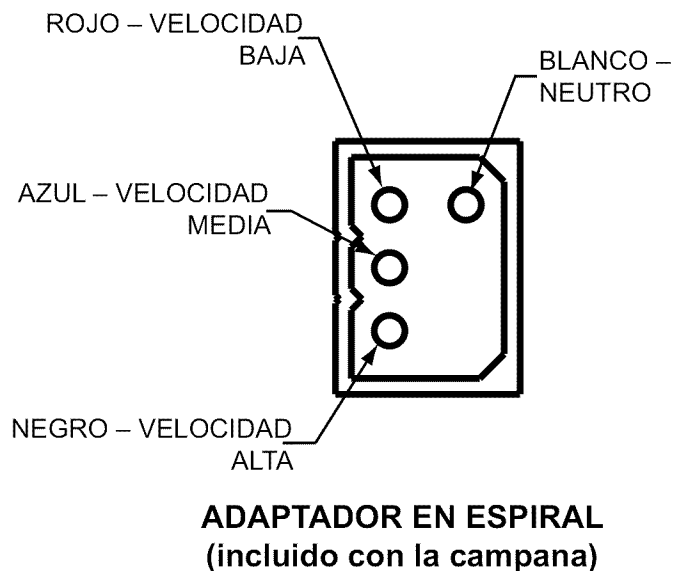

Figura 21: Cableado de la campana con un ventilador en línea
7. Enchufe el ventilador en línea con los cables en espiral (etapa 6), como se muestra en la Figura 21. Enganche el cable (puesta a tierra) del ventilador en línea al tornillo de puesta a tierra de la caja de empalmes.